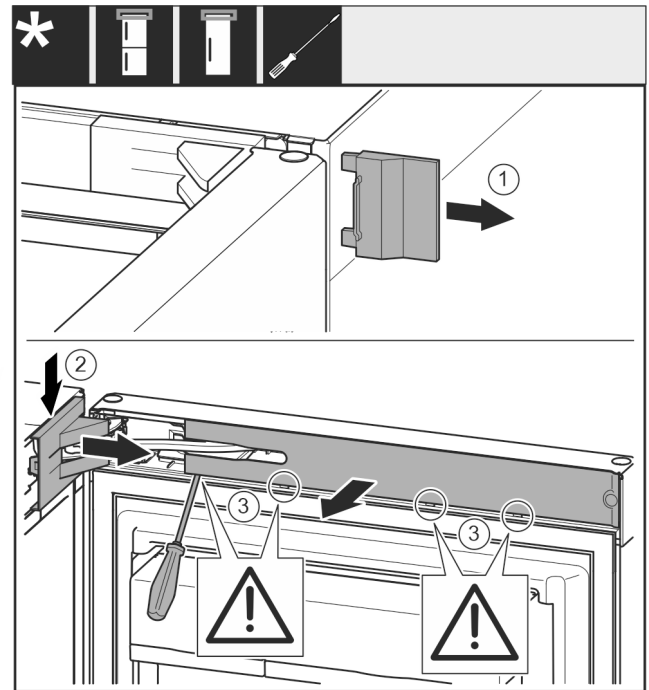

Fig. 5
- Poista ulompi suojus. Fig. 5 (1)
- Vapauta laakeripukin suojus lukituksesta ja irrota se. Poista laakeripukin suojus. Fig. 5 (2)
- Avaa paneelin ruuvit uraruuvimeisselillä ja käännä paneeli sivuun. Fig. 5 (3)